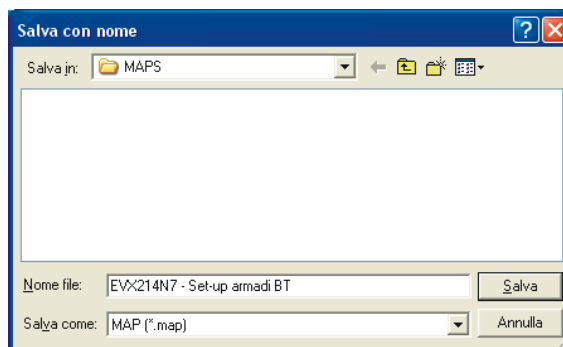

Fig. 24 - Finestra di dialogo Salva con nome.
7. Digitare il nome del file nella casella di testo **Nome file** (per esempio *EVX214N7 - Set-up armadi BT*) e scegliere il formato del file dal menu a discesa **Salva come** (si veda Fig. 24).